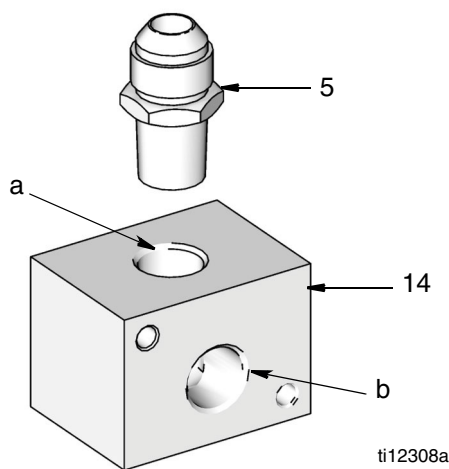

FIG. 11
1. Instale el adaptador (5) en la abertura (a) del colector (14). Apriete de manera segura. Remítase a la FIG. 11 para determinar la posición correcta de instalación.